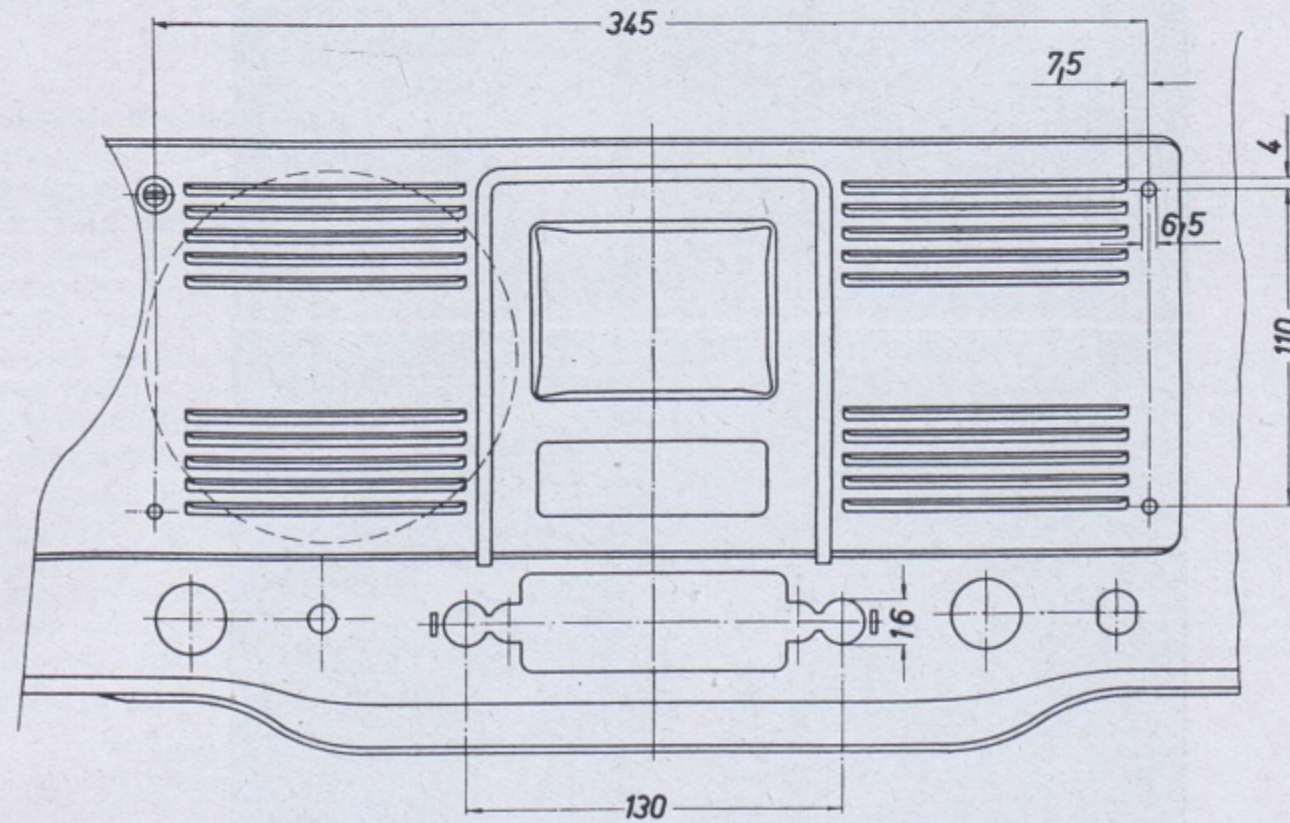
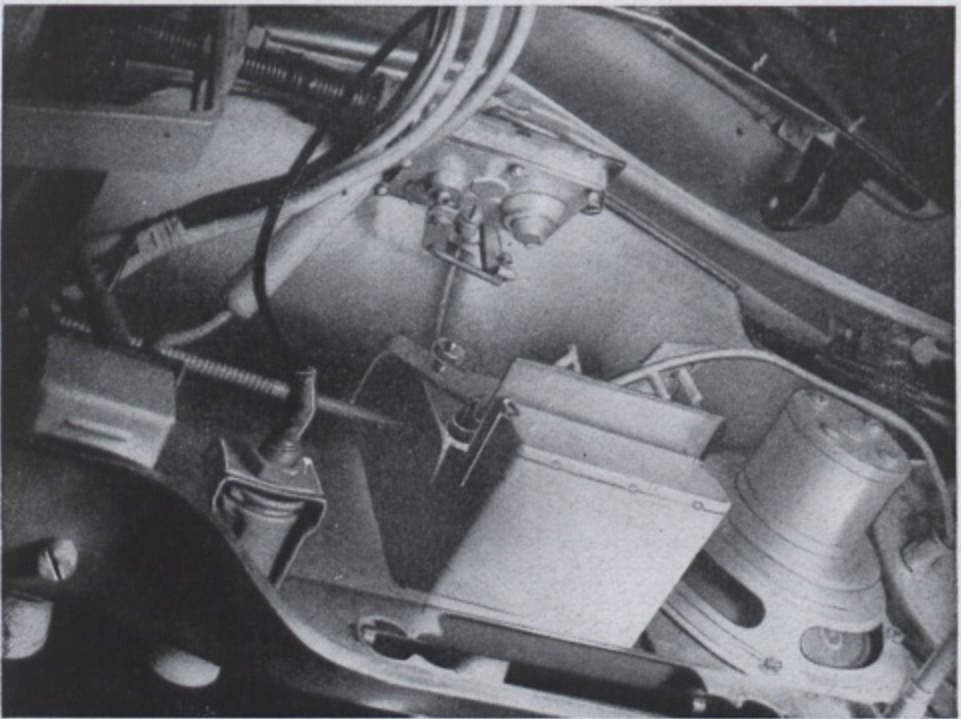

Abb.7: Schallwandmontage Kapitän.
Abb. 9
b) **Kapitän.** Zur Lautsprechermontage ist zunächst die Aufziehvorrichtung für die Wagenuhr (Lösung des Handschuhkastens), die Uhrbeleuchtung sowie der Uhrhaltebügel (Lösen zweier Muttern auf der Rückseite der Uhr, Abb. 9) zu entfernen. Die Uhr wird herausgenommen. Die 4 Durchgangs-
löcher für Schallwandbefestigungsschrauben werden nach Maßskizze Abb. 7 angerissen, angebohrt und mit den beigegebenen Teller- und Teller-scheiben so befestigt, daß der Lautsprecher links liegt. Der Uhrhaltebügel wird einseitig gemäß Abb. 8 verkürzt. Es folgt dann die Montage der Uhr, wobei der Uhrhaltebügel so angebracht wird, daß sein verkürztes Ende auf den Rand des Laut-
sprechers, das Gehäuse bildet. Die Schallwand hinter dem Schaltbrett drückt nun und die Aufziehvorrichtung der Uhr wieder angebracht und die Uhrbeleuchtung wieder angeschlossen (Abb. 9).
b) **Kapitän.** Zur Lautsprechermontage ist zunächst die Aufziehvorrichtung für die Wagenuhr (Lösen eines Splintes, Hereinziehen in den Handschuhkasten), die Uhrbeleuchtung sowie der Uhrhaltebügel (Lösen zweier Muttern auf der Rückseite der Uhr, Abb. 9) zu entfernen. Die Uhr wird herausgenommen. Die 4 Durchgangslöcher für Schallwandbefestigungsschrauben werden nach Maßskizze Abb. 7 angerissen, angekört und gebohrt. Anschließend wird die Schallwand hinter das Schaltbrett gebracht und mit den beigefügten Linsensenkschrauben und Teller-scheiben so befestigt, daß der Lautsprecher links liegt. Der Uhrhaltebügel wird einseitig gemäß Abb. 8 verkürzt. Es folgt dann die Montage der Uhr, wobei der Haltebügel so gesetzt wird, daß sein verkürztes Ende auf den Rand des Lautsprechers, das andere Ende in Originallänge durch den Uhrausschnitt der Schallwand hindurch auf das Schaltbrett drückt. Nun wird die Aufziehvorrichtung der Uhr wieder angebracht und die Uhrbeleuchtung wieder angeschlossen (Abb. 9).